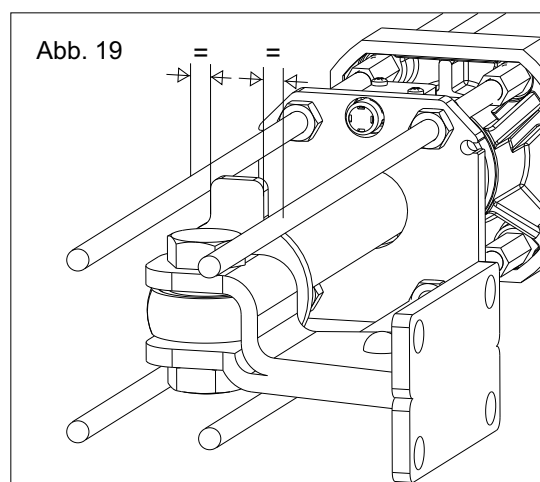

Abb. 19
N.B.: Bei der Befestigung der Scheiben darauf achten, dass sie sich im gleichen Abstand von den beiden Zugstangen befinden (siehe Abb. 19).